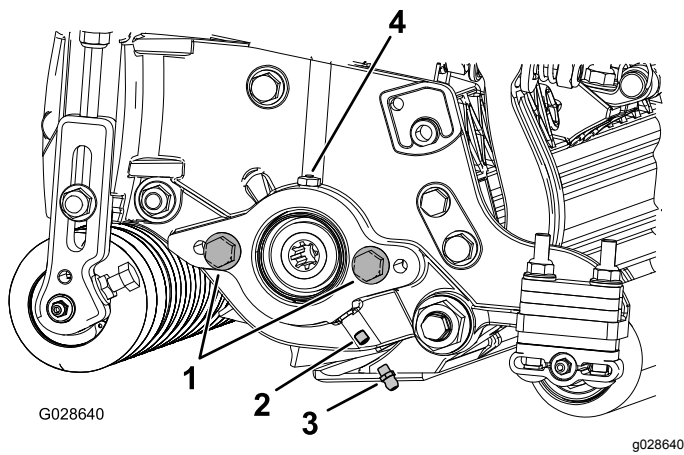

Bild 6
1. Entfernen Sie die Stellschraube an der Seitenplatte des Spindelmotors und werfen sie weg (**Bild 6**).
2. Bringen Sie den geraden Schmiernippel an (Bild 6).
3. Wenn die Seitenplatte des Spindelmotors keine Kopfschrauben hat, befestigen Sie sie (Bild 6).
5. Montieren Sie den Spindelmotor und fetten Sie die Seitenplatte ein, bis überschüssiges Fett aus der Fettöffnung austritt (Bild 6).